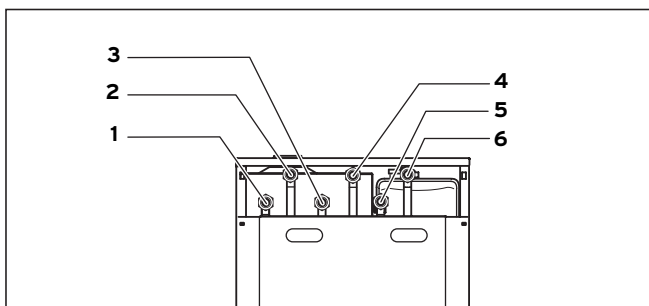

Рис. 5.1 Положение подключений
- Подсоедините подающую линию отопления к патрубку подающей линии отопления (5), см. рис. 5.1.
- Подсоедините отводящую линию отопления к патрубку отводящей линии отопления (6), см. рис. 5.1.
- Подсоедините патрубок горячей воды (ГВ) (4), см. рис. 5.1.
- Подсоедините патрубок холодной воды (ХВ) (3) с соответствующими предохранительными устройствами, см. рис. 5.1.
При необходимости к патрубку (1) можно подсоединить циркуляционный трубопровод, см. рис. 5.1.